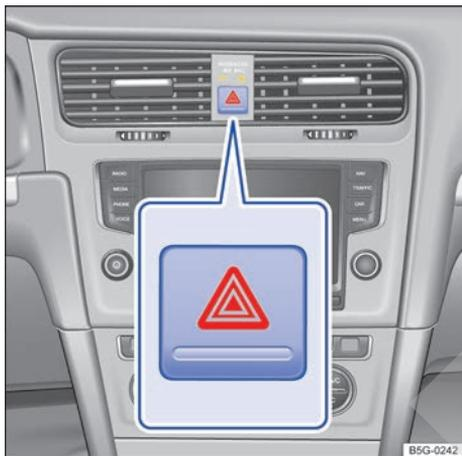

Fig. 29 En la parte superior de la consola central: pulsador de los intermitentes de emergencia.
2. Conecte los intermitentes de emergencia con el pulsador ⚠️ → fig. 29.